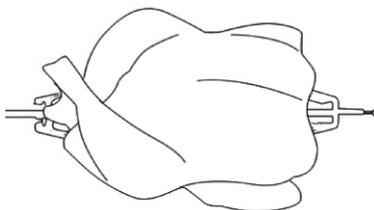

Рис. 5
3. Приготовьте курицу или утку со своими любимыми ингредиентами. Насадите на вертел курицу или утку (рис. 5). В случае, если она недостаточно прочная, можно использовать обертку из алюминиевой фольги с проволочной стяжкой;